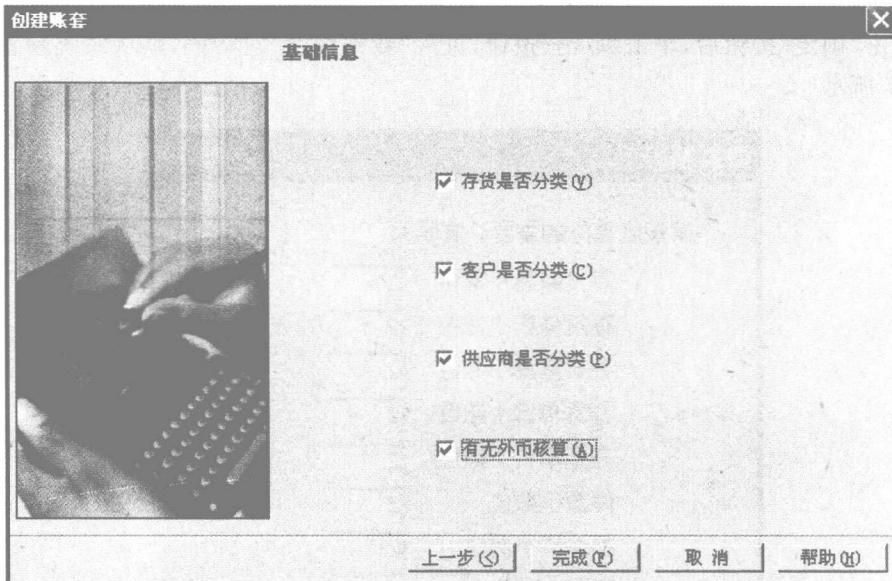

图 1-5 “创建账套”对话框(基础信息)
(6) 单击“下一步”按钮,打开“创建账套”对话框(基础信息)。在该对话框中分别选中“存货是否分类”“客户是否分类”“供应商是否分类”和“有无外币核算”复选框,如图 1-5 所示。